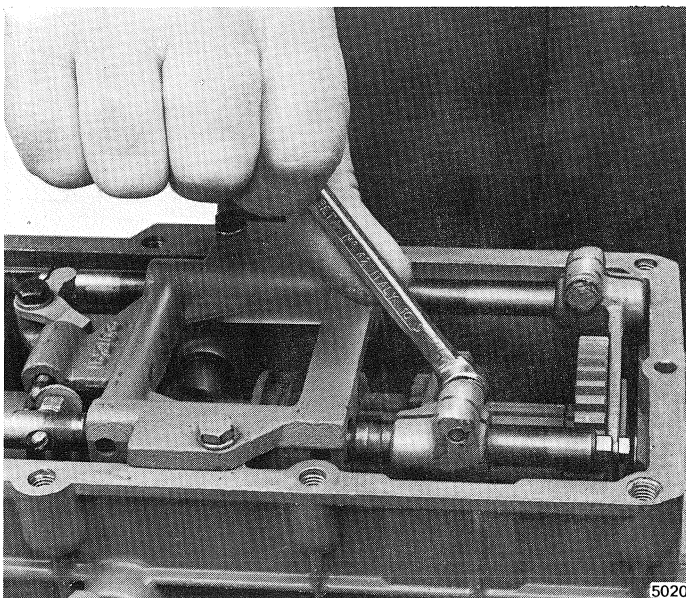

Fig. 61
N.B. - Nella operazione di fig. 61 portare l'asta in posizione di selezione retromarcia e l'ingranaggio scorrevole, in presa con l'ingranaggio della retromarcia.